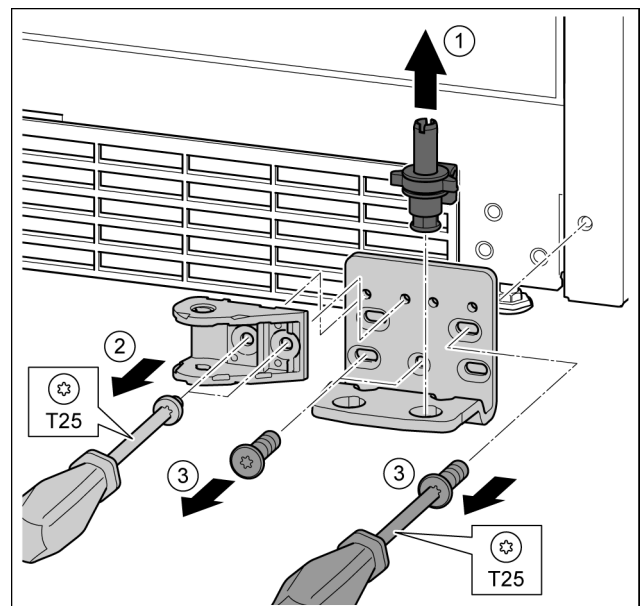

Fig. 30
- ▶ Τραβήξτε έξω ολόκληρο τον πείρο προς τα επάνω. *Fig. 30 (1)*
- ▶ Ξεβιδώστε τις βίδες με κατσαβίδι T25 και αφαιρέστε τη σύνδεση του αποσβεστήρα κλεισίματος. *Fig. 30 (2)*
- ▶ Ξεβιδώστε τις βίδες με κατσαβίδι T25 και αφαιρέστε το στηρίγμα. *Fig. 30 (3)*